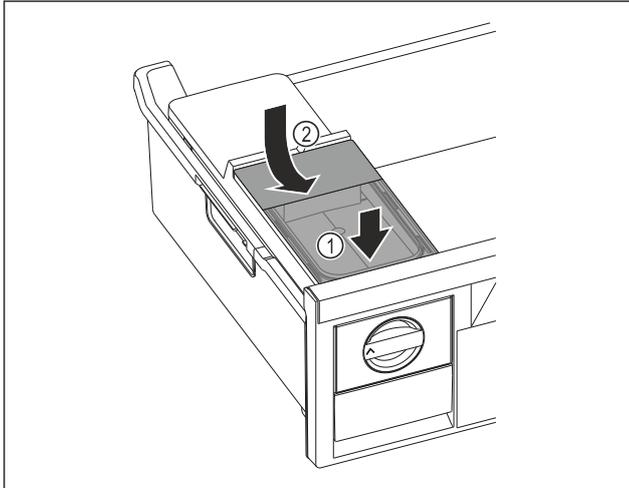

Fig. 129
- ▶ Помістити бак для води спереду. Fig. 129 (1)
- ▶ Опустити бак для води ззаду. Fig. 129 (2)